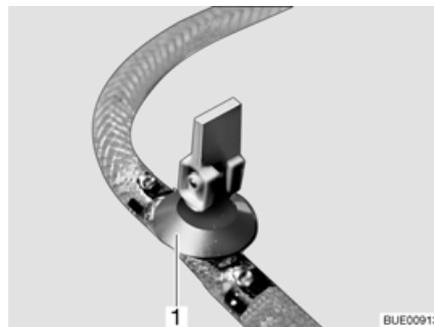

Bild 190 Ablasshahn (mit Kipphebel)
- Alle Ablasshähne schließen. Dazu den Kipphebel des Ablasshahns (Bild 190,1) waagrecht stellen.